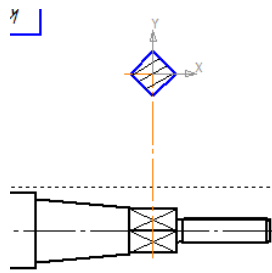

Рис. 38
**точкам** , провести осевые линии и удалить вспомогательные (см. рис. 38).